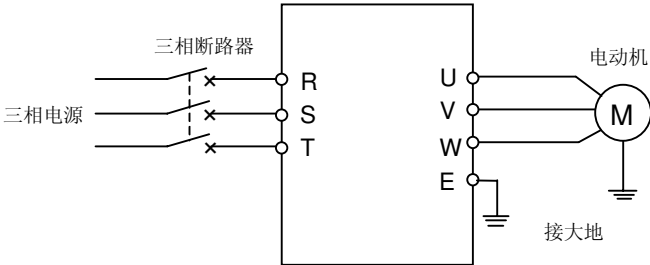

图 4-1 简单运行接线图
- ① 按图 4-1 接线；
- ② 确认接线无误后合上电源开关，接通电源，变频器先显示“P.oFF”，稍后显示“0”；
- ③ 选择变频器控制方式（[F0.0]=0，V/F 控制；[F0.0]=1，无感矢量控制）；
- ④ 确认频率设定通道为面板数字设定方式（[F0.1] = 0）；
- ⑤ 根据变频器拖动电动机的额定铭牌数据，采用 V/F 控制方式时，需对参数[F1.3]、[F1.4]进行设置；采用矢量控制方式时，需对参数[F1.15]~[F1.18]进行设置。
- ⑥ 按  键启动变频器，变频器输出 0 频率，显示“0.0”；
- ⑦ 按  键的 UP 功能，增大设定频率，变频器的输出频率增加，电机转速加快；
- ⑧ 观察电机的运行是否正常，若有异常立即停止运行，并断电，查清原因后再运行；
- ⑨ 按  键的 DOWN 功能减小设定频率；
- ⑩ 再按  键停止运行；并切断电源开关。